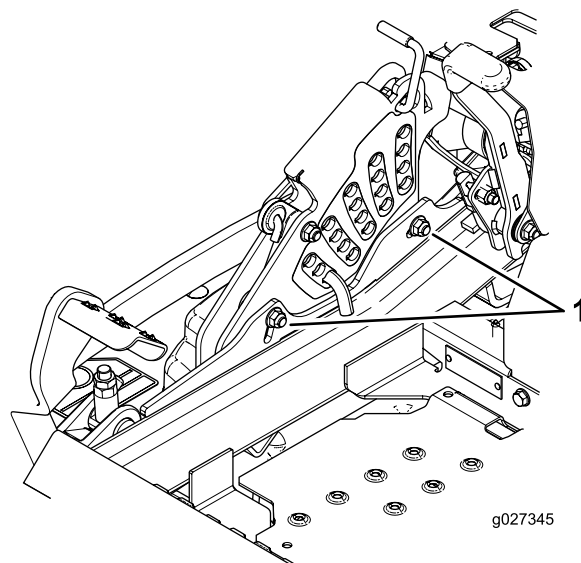

Figure 101
11. Pour régler le système monopoint, desserrez les 2 boulons au bas de la plaque de hauteur de coupe (Figure 101).
13. Serrez les 2 boulons au bas de la plaque de hauteur de coupe (Figure 101).